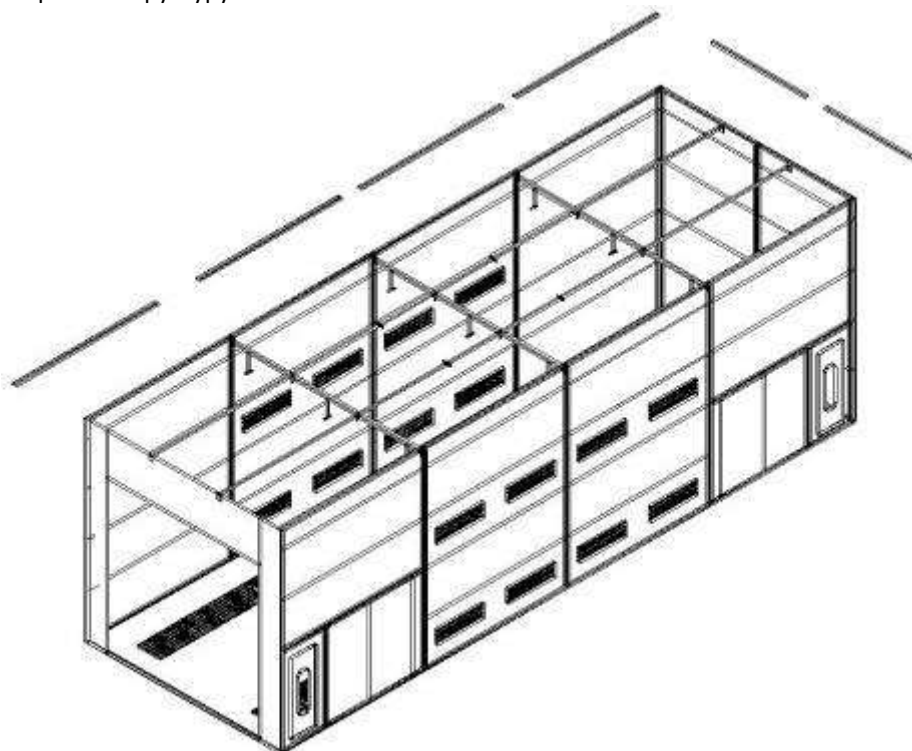

Рис. 2.7
- 2) Установите стеновые панели по очереди, см. рис. 2.7